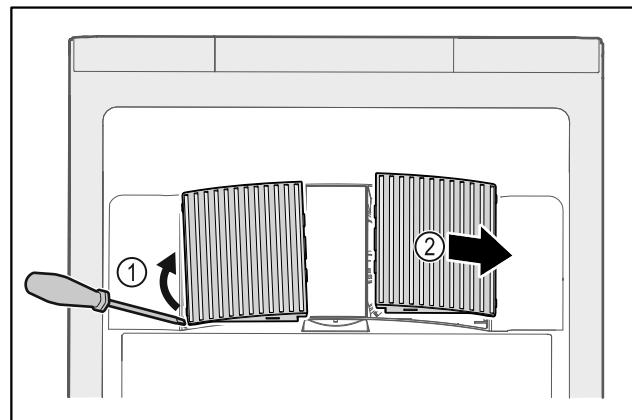

Fig. 203
- Ventilatorabdeckungen vorsichtig von der Seite herausheben Fig. 203 (1) und nach vorne abnehmen Fig. 203 (2).